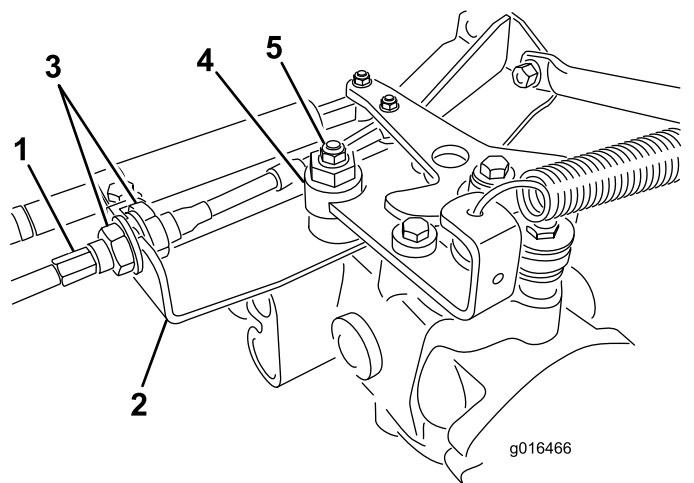

Figure 41
- A. Desserrez les deux écrous de blocage qui fixent le câble de commande de transmission à la traversée sur l'hydrostat (Figure 41). Desserrez les écrous de blocage uniformément et suffisamment pour permettre le réglage.
Remarque: Desserrez l'écrou de fixation de l'excentrique en haut de l'hydrostat (Figure 41).
- E. Lorsque la roue arrête de tourner, serrez l'écrou pour bloquer l'excentrique et le réglage (Figure 41).
- G. De chaque côté de la traversée, serrez les contre-écrous uniformément pour fixer le câble de transmission à la traversée (Figure 41). Ne tordez pas le câble.